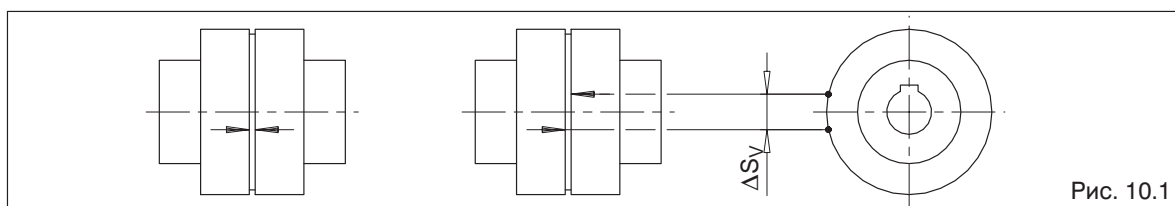

Рис. 10.1
Если для эксплуатации муфты повышенный зазор муфты не будет являться недостатком, то гибкие пакеты (12) могут оставаться в эксплуатации до тех пор, пока не будет достигнут определенный предел износа для их замены. Для оценки износа, в таблице 10.1а или соотв. в таблице 10.1b приводится разрешенный люфт кручения, перерассчитанный на размер хорды  $\Delta S_V$  у внешнего диаметра муфты. Для определения размера  $\Delta S_V$  нужно повернуть муфтовую часть без момента вращения вплоть до упора и нанести на муфтовую часть метку (смотри рис. 10.1). Путем поворачивания муфтовой части в противоположную сторону вплоть до упора метки расходятся. Расстояние между метками является хордовым размером  $\Delta S_V$ . Если размер  $\Delta S_V$  превышает приведенное в таблице 10.1а или соотв. в таблице 10.1b значение, то нужно заменить пакет (12).